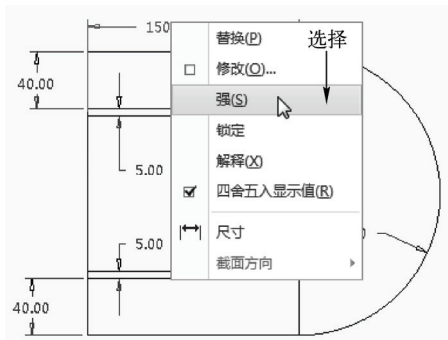

图 4-40 选择“强”选项
STEP 02 在绘图区中选择合适的尺寸标注，单击鼠标右键，在弹出的快捷菜单中选择“强”选项，如图4-40所示。